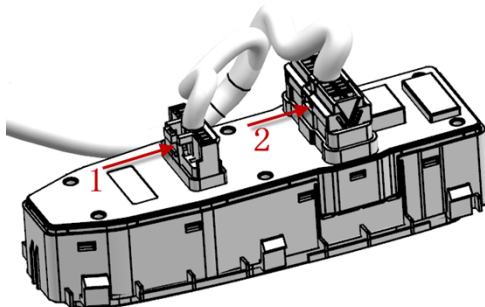

图 7-2 开关面板接插件拆卸
(2) 如图 7.2, 把开关面板撬出后, 沿箭头 1 方向按下接插件上的卡脚, 同时用力向外把接插件拔下; 之后沿箭头 2 方向按下接插件上的卡脚, 同时用力向外把接插件拔下, 完成开关面板的拆除;